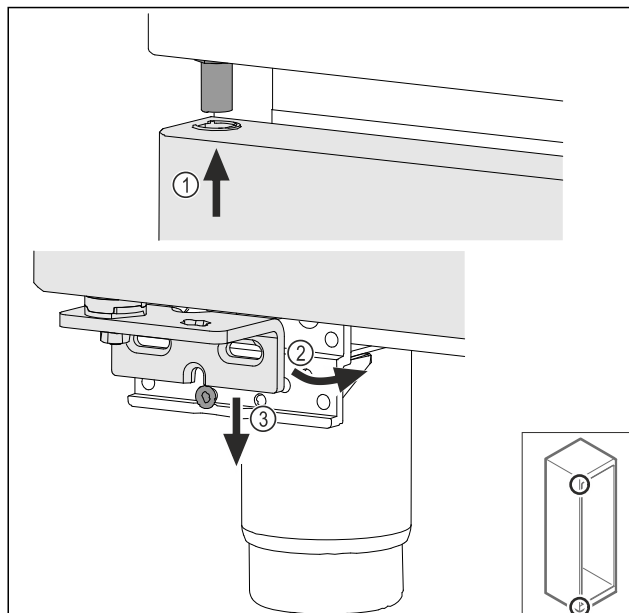

Fig. 49
- Lehce naklopená dvířka zasuňte nahoře Fig. 49 (1), dvířka narovnejte Fig. 49 (2) a nasadte je dole na šroub stojanu ložiska Fig. 49 (3).